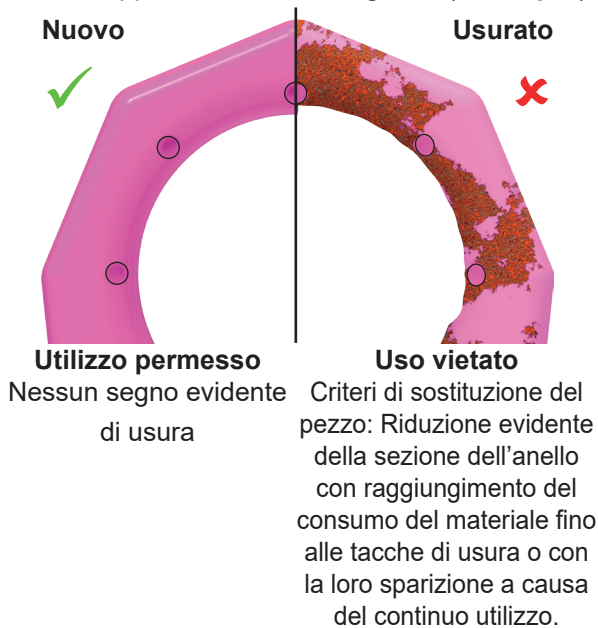

Fig. 2: Indicatori d'usura
- Si prega di controllare lo stato degli indicatori di usura apposti sull'anello del golfare (vedi Fig. 2):